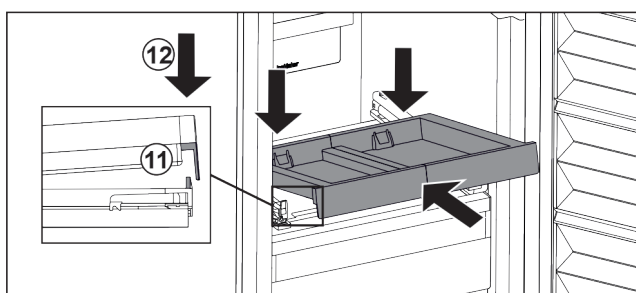

Fig. 104
- ▶ Introducir en posición inclinada. Asegurarse de que a ambos lados, el tope quede detrás de la lengüeta. *Fig. 104 (11)*
- ▶ Depositar el estante extraíble por delante. *Fig. 104 (12)*